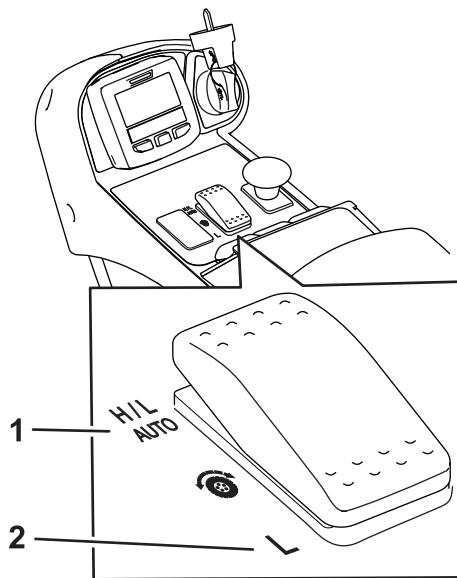
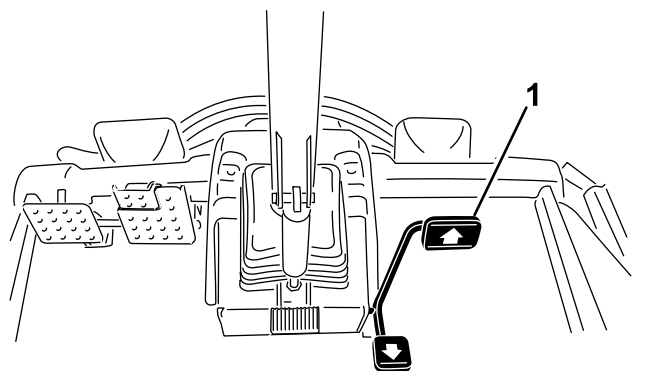

図 27
図 28
- このマシンは、通常の運転条件下では、速度レンジ設定を H/L AUTO にして使用することを前提にしております (図 27)。この設定で使用すると、移動走行しているか刈り込みをしているかをマシンが自動的に判別して高速レンジと低速レンジを自動的に使い分けます。
- Low 位置速度レンジスイッチ 図 27 の低速レンジ設定では、マシンは常に低速レンジで動作します。整備場内での移動、トレーラへの積み下ろし、急斜面の登り降りなど、大きな力が必要な場面でお使いいただくと便利です。
このマシンには、低速走行レンジと高速走行レンジという2つの速度レンジがあります。切り替えスイッチにより、以下のモードを選択することができます (図 27)
走行ペダルを一杯に踏み込んだ時の最大速度を設定することができます (図 28)。ローレンジ用とハイレンジ用に別々の最大速度を設定できます (図 27)。